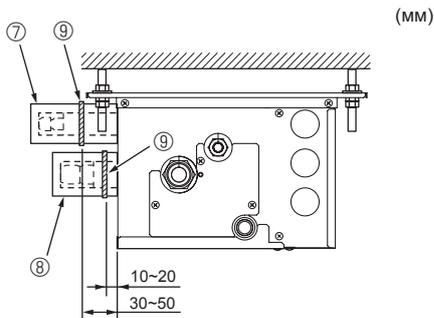

Fig. 7-4
► Выполните следующие процедуры, относящиеся к деталям ответственной коробки, которые не подключены к внутреннему прибору. (Fig. 7-4)
- (1) Для предотвращения утечек хладагента, убедитесь в том, что конусные гайки затянуты в соответствии со значениями крутящего момента*, указанными в Таблице 3.
- (2) Для предотвращения конденсации установите крышки труб ⓐ ⓑ и затяните их входными в комплект поставки зажимами ⓕ.